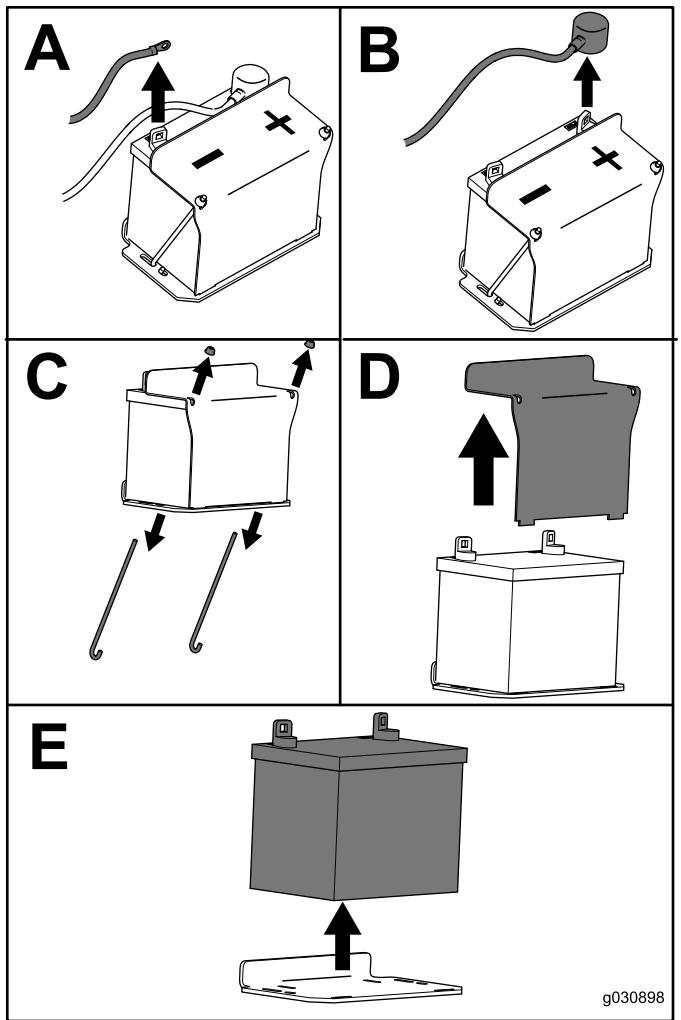

Figura 53
3. Rimovete la batteria come illustrato nella Figura 53.